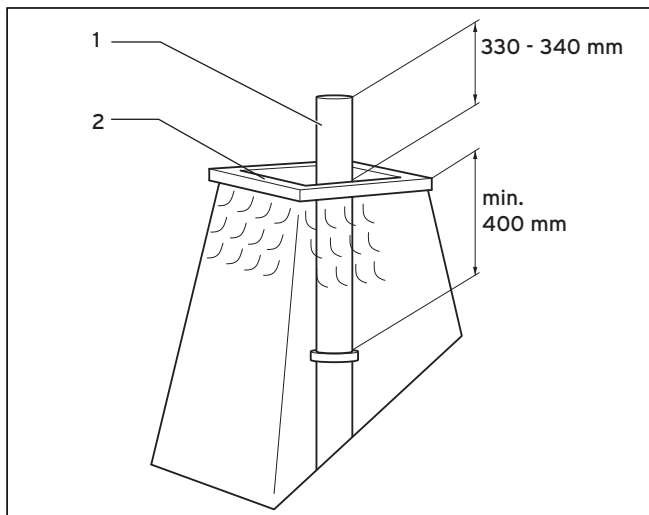

Рис. 6.28 Укорачивание трубы из нержавеющей стали
Для монтажа шахтного перекрытия из нержавеющей стали соблюдайте рис. 6.28.
- Укоротите трубу из нержавеющей стали (1) согласно рис. 6.28.
- Загерметизируйте край устья (2) силиконом.